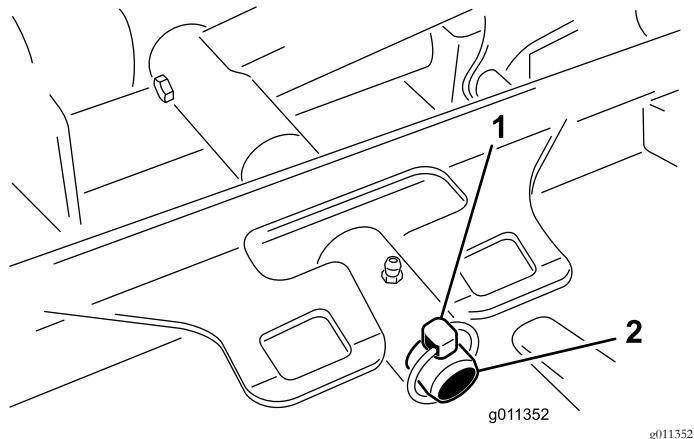

Figura 70
- Retire el pasador de seguridad (o la tuerca de retención – modelo 30874) que sujeta el bastidor de tiro de la carcasa al pasador de giro del brazo de elevación (Figura 70).
- Deslice el bastidor de tiro de la carcasa sobre el pasador de giro del brazo de elevación (Figura 70). Sujete la carcasa al pasador con el pasador de seguridad (o la tuerca de retención – modelo 30874).